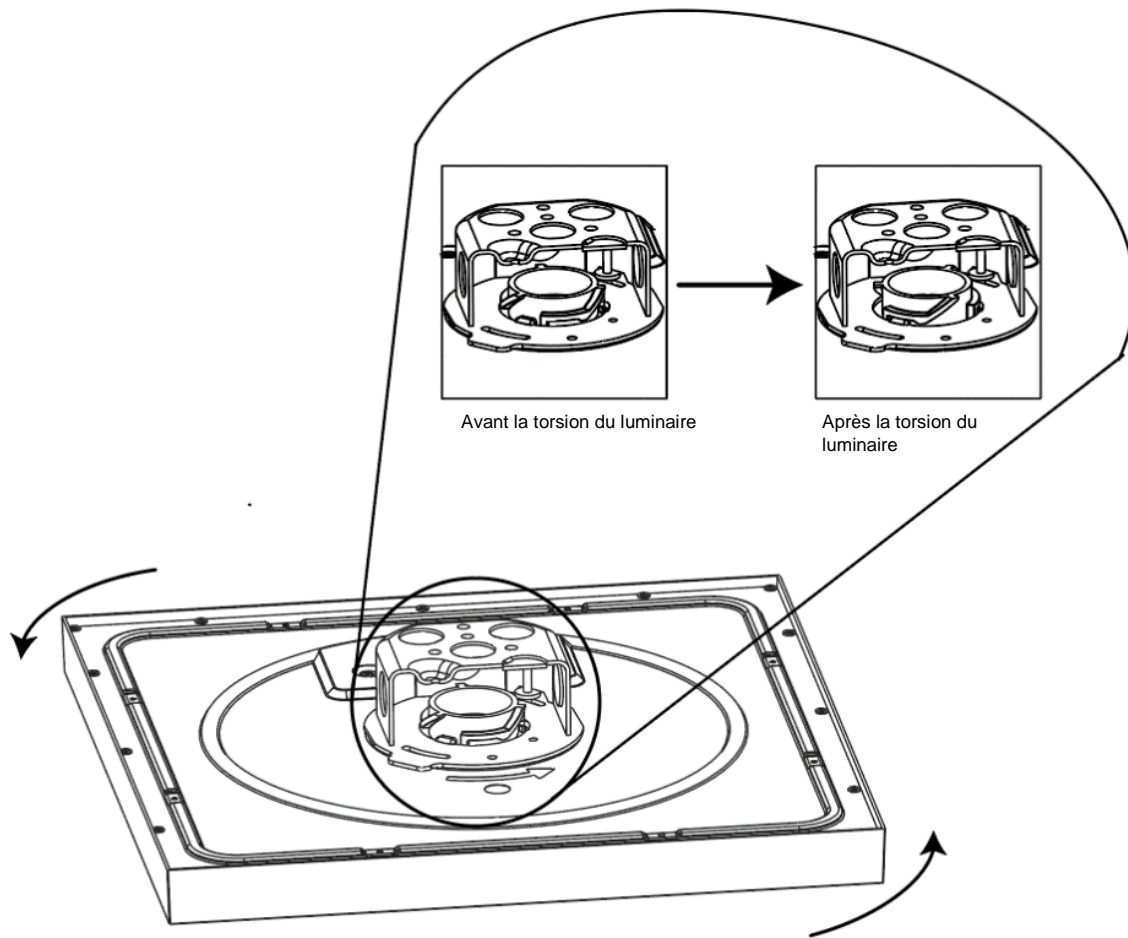

Figure 8
11. Fixer l'ensemble du luminaire au support de montage **en tournant le luminaire dans le sens HORAIRE tout en poussant doucement le luminaire vers le haut dans le boîtier de raccordement**, comme illustré à la *Figure 8*. L'installateur doit sentir une légère « bosse » lorsqu'il visse le luminaire pour confirmer que le luminaire s'est verrouillé en place. Le luminaire doit être tourné dans le sens horaire de 90 degrés par rapport à l'alignement de la flèche pour être complètement installé. Si l'alignement se fait avec un Slimform carré, l'installateur disposera d'un peu plus de tolérance pour ajuster l'alignement du luminaire après avoir senti la « bosse » qui maintient le luminaire en place.